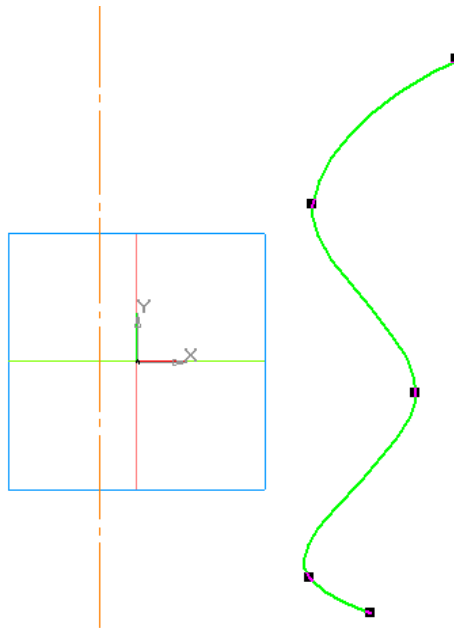

Рис. 3.18. Построение эскиза с кривой Безье для создания тела вращения.
5.4. Постройте кривую Безье по 5 опорным точкам (точкам перегиба), например, так, как показано на рис. 3.18.
5.5. Выберите на панели **Геометрия** команду **Отрезок**, стиль линии – **Осевая** и проведите отрезок осевой как показано на рис. 3.18.